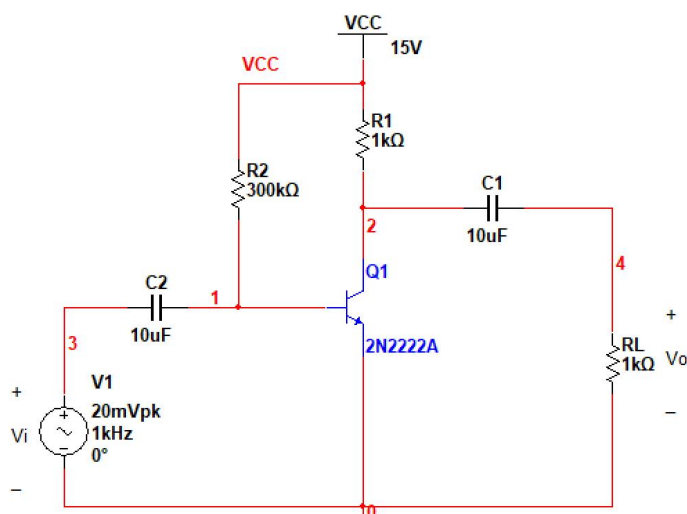

图 1
对图 1 所示的放大电路进行仿真分析
- (1) 用 Multisim 构建出如图 1 所示的仿真电路。
- (2) 应用估算法计算出三极管的静态工作点。
- (3) 在电路中接入万用表仿真测量静态工作点，并与 (2) 中结果进行比较。
- (4) 用虚拟 IV 测试仪测试出三极管的输出特性曲线簇，并观察静态工作点的位置。
- (5) 用示波器观察输入、输出信号波形，并测量电压放大倍数。
(1) 用 Multisim 构建出如图 1 所示的仿真电路。